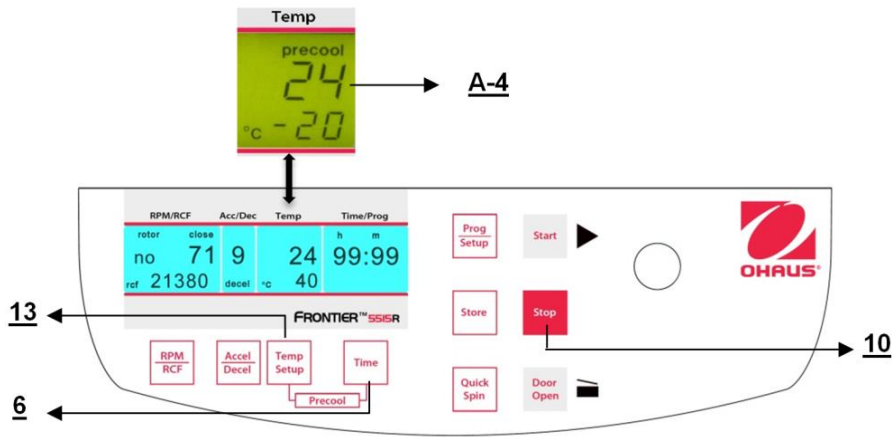

Figure. 20
Si les échantillons sont sensibles à la température, il est utile de pré-refroidir la centrifugeuse, le rotor et finalement les godets à la température requise de fonctionnement. Pour ce faire, insérer le rotor retenu et prédéfinir la température correspondante. En appuyant simultanément sur les touches "**Temp/Setup**" (13) (voir la figure 20) et "**Time**" (6), l'utilisateur démarrera une centrifugation. Pendant le fonctionnement, l'unité choisit automatiquement une vitesse de rotation équivalente à 20 % de celle autorisée du rotor inséré. Après avoir atteint la température prédéfinie, il est possible de quitter le pré-refroidissement avec la touche "**Stop**" (10). En fonction du rotor inséré, le pré-refroidissement dure environ de 10 à 20 minutes.